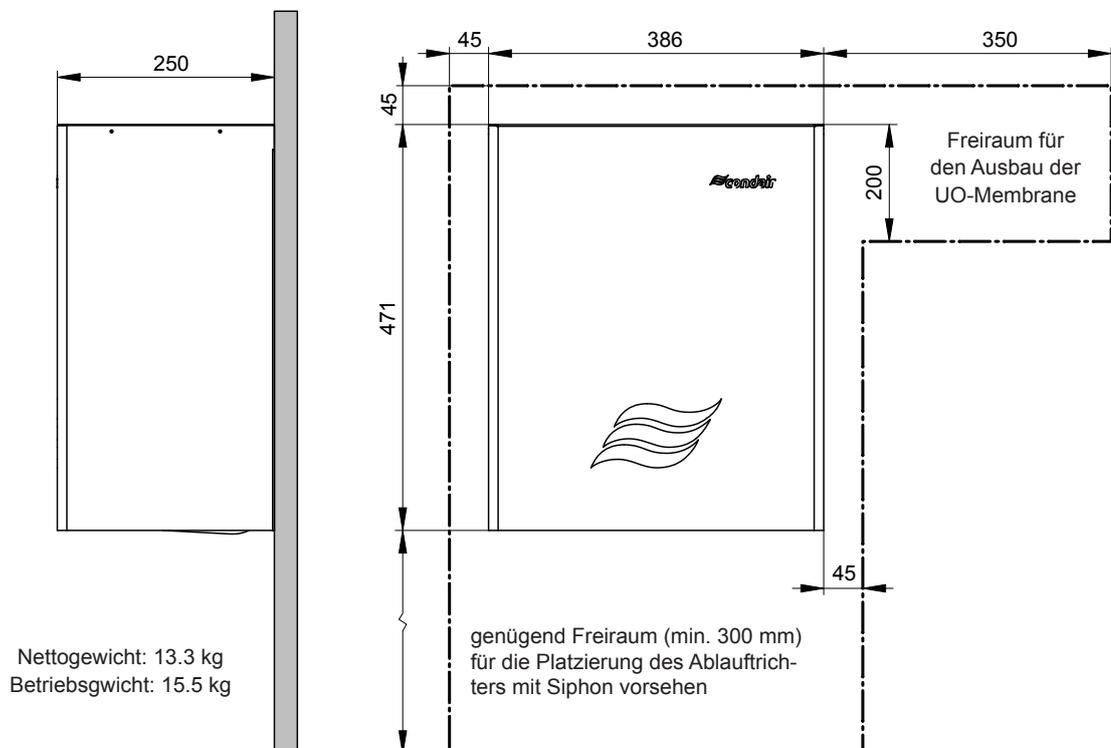
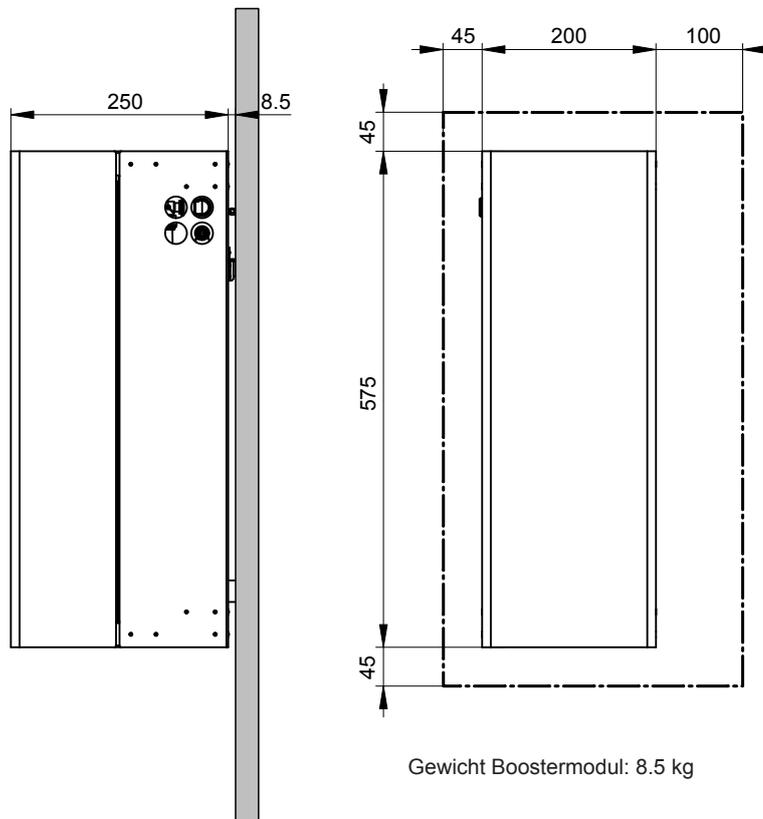
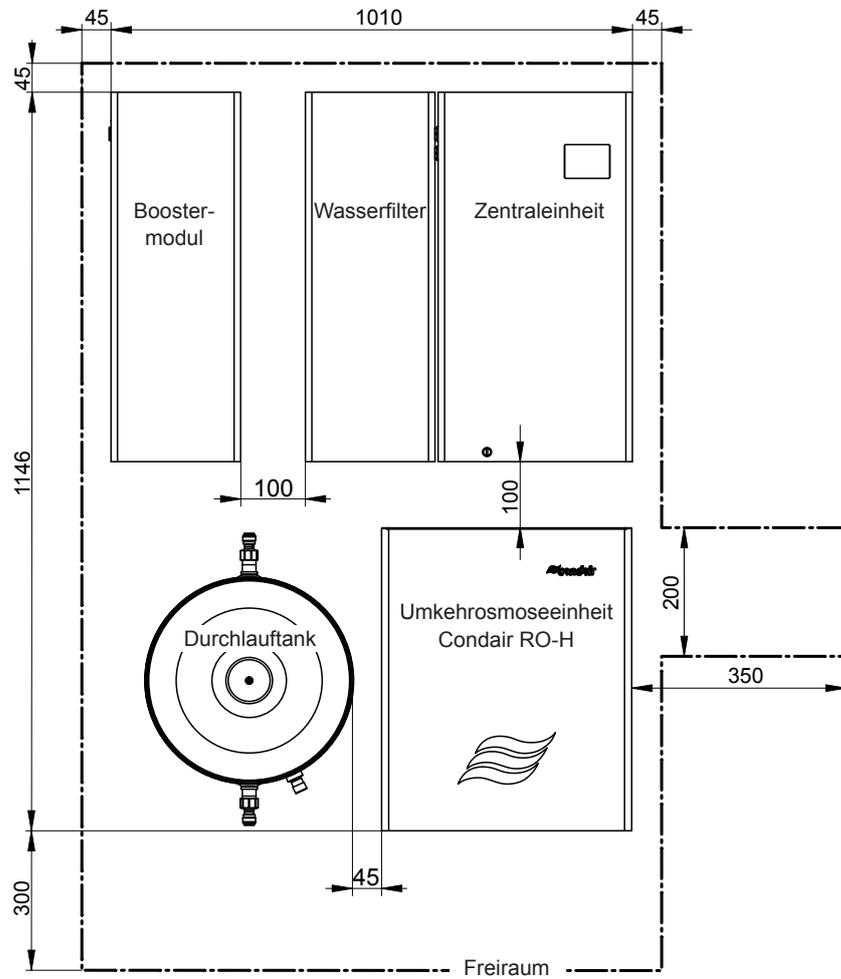

Abb. 9: Abmessungen RO-H (Masse in mm)
Abb. 11: Abmessungen Boostermodul (Masse in mm)
Abb. 14: Platzierungsbeispiel 3 (Masse in mm)
- Im Raum muss eine genügend grosse freie Wandfläche für die Montage der Umkehrosmoseeinheit RO-H, des Durchlaufftanks und des Boostermoduls vorhanden sein (siehe Abb. 9 bis Abb. 14). Wichtig: Die Wand an der die Komponenten des Umkehrosmosesystems montiert werden, muss eine ausreichende Tragfähigkeit aufweisen (siehe Gewichtsangaben in Abb. 9 bis Abb. 11) und für die Befestigung geeignet sein.